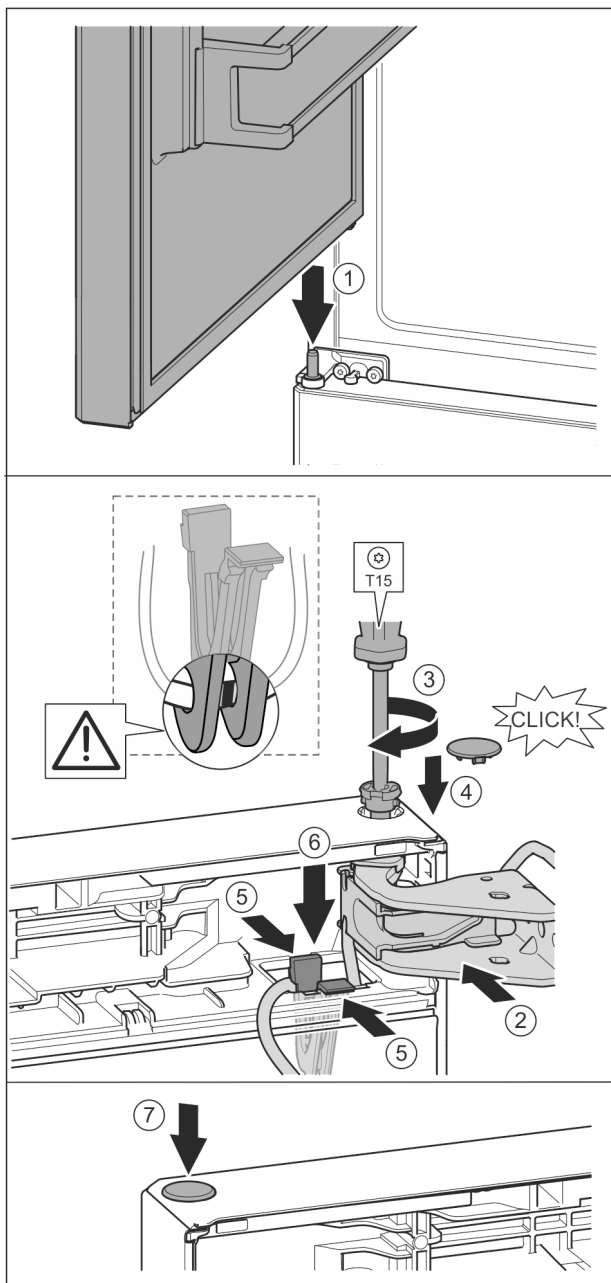

Fig. 36
- ▶ Τοποθετήστε την επάνω πόρτα στον μεσαίο πείρο *Fig. 36 (1)*
- ▶ Ευθυγραμμίστε την πόρτα επάνω με το άνοιγμα στο στήριγμα. *Fig. 36 (2)*
- ▶ Τοποθετήστε τον πείρο και σφίξτε με κατσαβίδι T15. *Fig. 36 (3)*
- ▶ Τοποθετήστε το κάλυμμα ασφάλισης για την ασφάλιση της πόρτας: Τοποθετήστε το κάλυμμα ασφάλισης και ελέγξτε εάν εφαρμόζει στην πόρτα. Διαφορετικά, τοποθετήστε ολόκληρο τον πείρο. *Fig. 36 (4)*
- ▶ Τοποθετήστε το στήριγμα μαζί με το στερεωμένο καλώδιο στο άνοιγμα. *Fig. 36 (5)*
- ▶ Πιέστε το στήριγμα προς τα κάτω μέχρι να κουμπώσει το αυτάκι. *Fig. 36 (6)*
- ▶ Τοποθετήστε την τάπα. *Fig. 36 (7)*